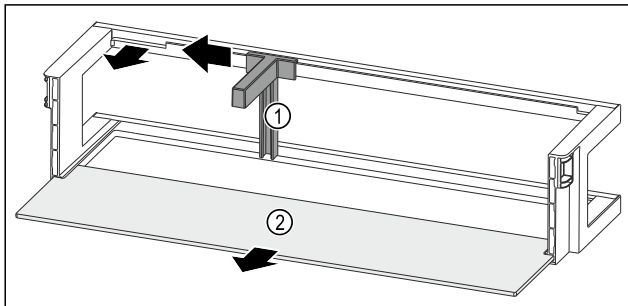

Fig. 93 Türabsteller mit Flaschenhalter und Abstellfläche
- Flaschenhalter Fig. 93 (1) bis zur Aussparung zur Seite schieben.
- Flaschenhalter Fig. 93 (1) entnehmen.
- Abstellfläche Fig. 93 (2) entnehmen.